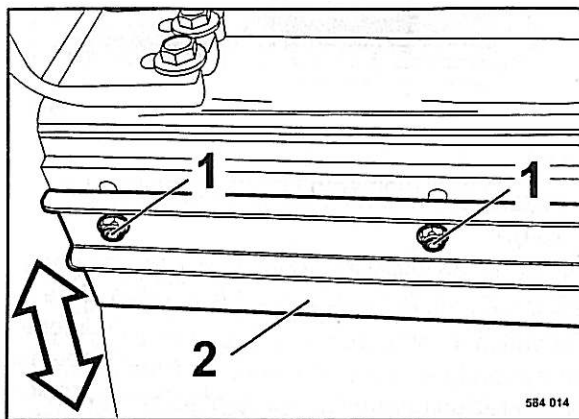

Fig. 137
- Para reajustar los rascadores 2 (Fig. 137) hay que soltar los tornillos de fijación (1) en los agujeros oblongos y deslizar los rascadores en dirección del rodillo hasta hacer contacto.